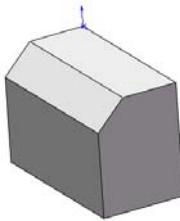

图 3-104 倒角的图形
**07** 确认倒角特征。单击“倒角”属性管理器中的“确定”图标按钮✓，结果如图 3-104 所示。